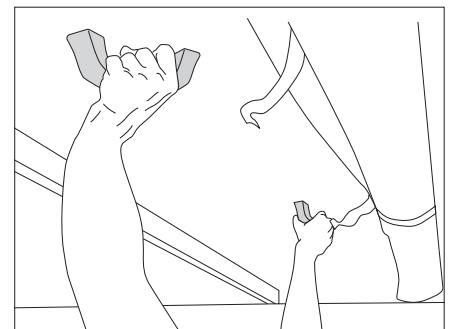

Bild 39 Aufstelldach hochstellen
- Aufstelldach an den Griffen mit beiden Händen nach oben drücken (Bild 39).